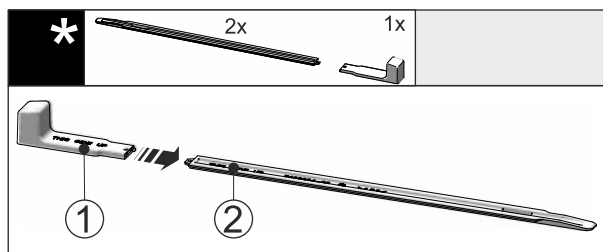

Fig. 45
- Вставьте монтажную ручку Fig. 45 (1) в выравнивающую рейку Fig. 45 (2).